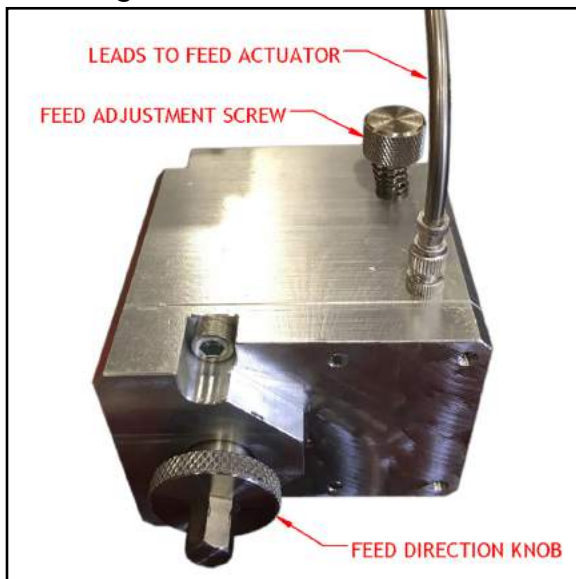

FIGURE 3-10. RÉGLAGES DE L'AVANCE
2. Réglez le sens d'avance en fonction des étapes qui suivent, comme le montre la Figure 3-10: